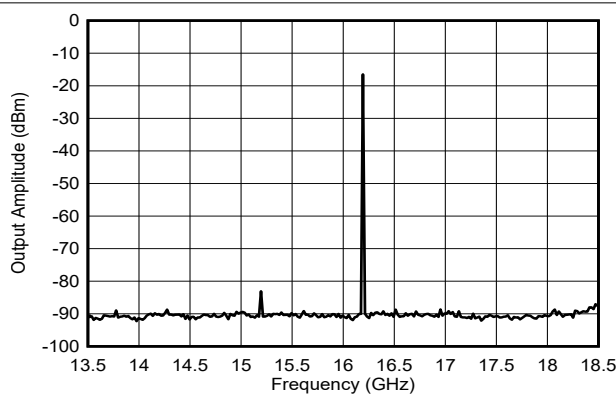
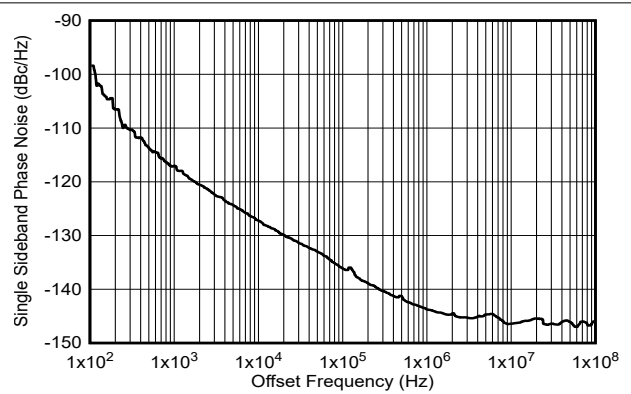

図 9-7. $f_{OUT} = 16.2\text{GHz}$ での帯域内単一トーンの周波数スペクトル
図 9-8. DAC 付加位相ノイズ (16.2GHz)
16.2GHz トーンのスペクトル純度は、図 9-7 で 5GHz スパンのフルスケールトーンで示されています。最大スプリアスは、3.16GHz 時に約 66dBc であり、これは 4th 高調波です。16.2GHz でのトーンの出位相ノイズを 図 9-8 に示します。